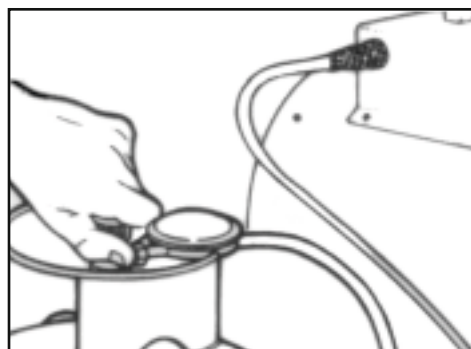

Fig.4
4. Après l'allumage de la flamme, presser le bouton-gaz pendant 15-20 secondes pour actionner les dispositifs thermiques de sécurité (voir figure 4)